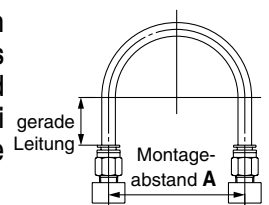

Abb. 1 Empfohlene Leitungsverlegung
1. Achten Sie bei der Installation von Leitungen an der Steckverbindung, dass der Schlauch ausreichend lang ist und locker verlegt wird. Beachten Sie dabei die Empfehlungen für die Leitungsverlegung in Abb. 1.